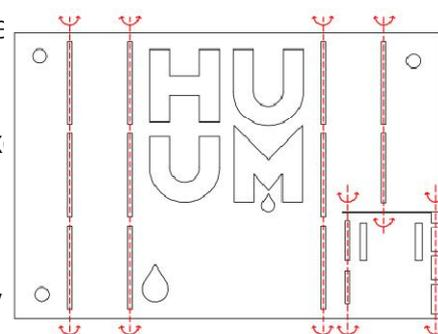

Figure 5
2. Tourner le couvercle du capteur autour de celui-ci et mettre en place la fiche du capteur (figure 5).